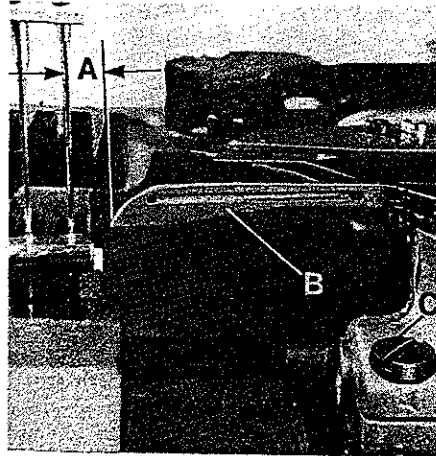

Fig.21
Turn the pulley until the looper (B, Fig. 21) is at its farthest position to the right. In this position the distance (A) from the center of the right needle to the point of looper should be 4,0 mm (5/32 in.) on the two-needle 8, 10 and 12 gauge styles and 3,6 mm (9/64 in.) on the two- or three-needle 16 gauge styles. Looper gauges No. 21225-5/32 and No. 21225-9/64 can be used advantageously in making this setting.
Montieren Sie den hinteren Nadelanschlag, wenn noch nicht eingebaut. Drehen Sie an der Handrad-Riemenscheibe bis der Greifer (B, Fig. 21) in seiner rechten Einstellung ist. In dieser Stellung muß der Abstand (A) zwischen Mitte rechter Nadel und Greiferspitze 4,0 mm (5/32 in.) bei den Zweinadel 8, 10 und 12 gauge Maschinen und 3,6 mm (9/64 in.) bei den Zwei- oder Dreinadel 16 gauge Maschinen sein. Die Greifereinstellehren Nr. 21225-5/32 und Nr. 21225-9/64 erleichtern diese Einstellung.
For adjustment loosen clamp screw (C, Fig. 21) and rotate the looper holder as required. Retighten the clamp screw.
Zur Einstellung lösen Sie die Pratzschraube (C, Fig. 21) und verdrehen den Greiferhalter entsprechend. Ziehen Sie die Schraube wieder an.